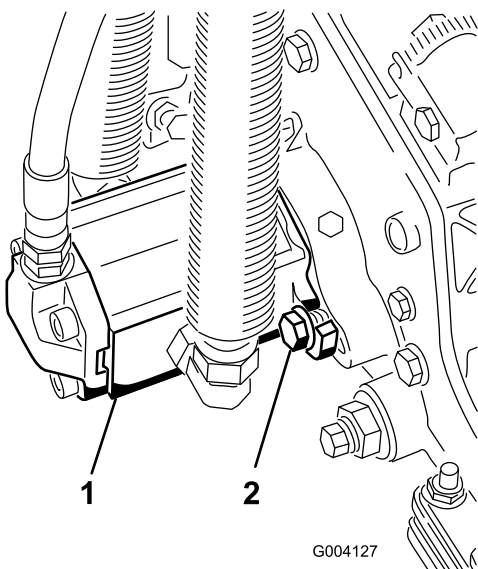

Figura 18
- Instale o motor rodando-o no sentido dos ponteiros do relógio de forma a que as flanges do motor se afastem dos parafusos (Figura 18). Rode o motor no sentido contrário aos ponteiros do relógio até que as flanges envolvam os parafusos e apertem os parafusos.